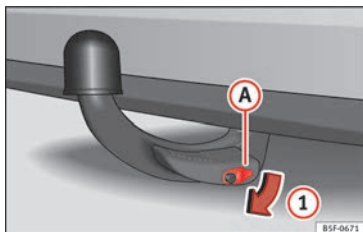

Fig. 240 Retirer le cache de la serrure
- Retirez le cache (A) de la serrure dans le sens de la flèche (1) » fig. 240.